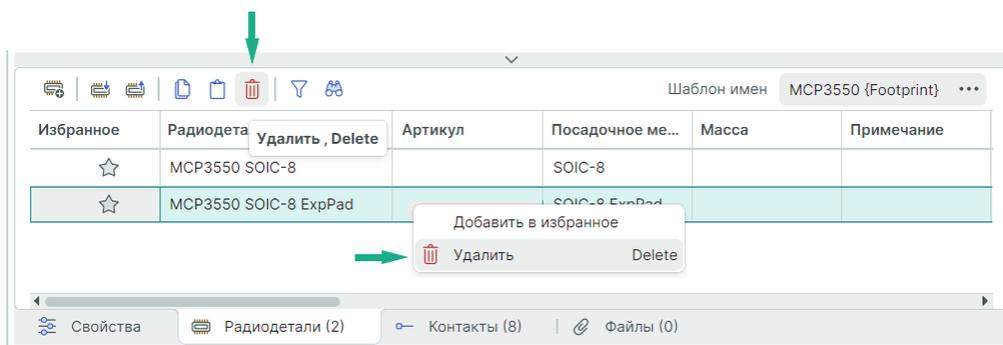

Рис. 326 Удаление радиодетали
2. Нажмите на символ  «Удалить выбранный элемент», см. Рис. 326.
Альтернативный способ удаления строки радиодетали – выбрать из контекстно меню команду «Удалить», см. Рис. 326.